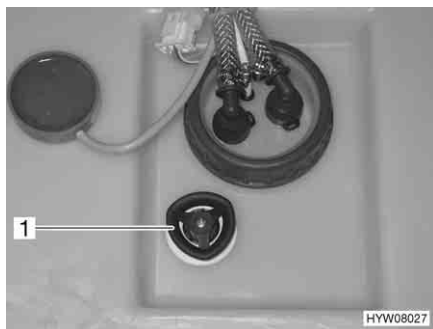

Fig. 105 Serbatoio dell'acqua con maniglia girevole
- Sul serbatoio dell'acqua, ruotare la maniglia girevole (Fig. 105,1) in senso orario fino all'arresto.
- Sul serbatoio dell'acqua, ruotare la maniglia girevole (Fig. 105,1) in senso antiorario fino all'arresto. L'acqua fuoriesce fino a ca. 20 litri.
- Sul serbatoio dell'acqua ruotare la maniglia girevole (Fig. 105,1) in senso antiorario, oltre la resistenza verso l'esterno fino all'arresto, per aprire completamente l'apertura di scarico.